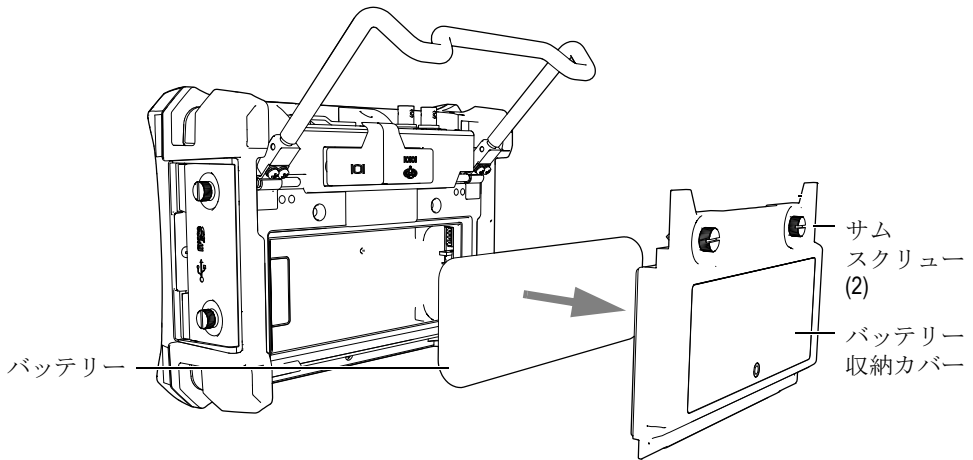

図 1-10 バッテリー収納カバーとリチウムイオンバッテリーを取り外す
2. 探傷器の背面で、バッテリー収納カバーを固定している 2 本のサムスクリューを緩め、バッテリー収納カバーを取り外します（33 ページ図 1-10 参照）。
3. リチウムイオンバッテリーが取り付けられている場合は、それを取り外します（33 ページ図 1-10 参照）。